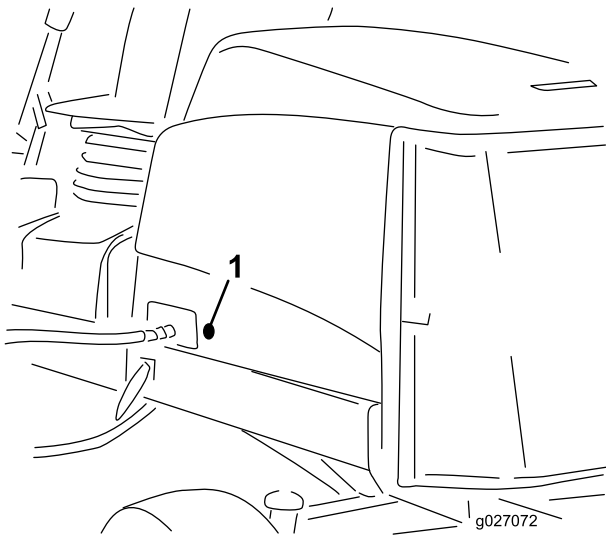

Figure 19
2. Retirez les bagues en caoutchouc du trou dans le côté gauche du capot (Figure 19).